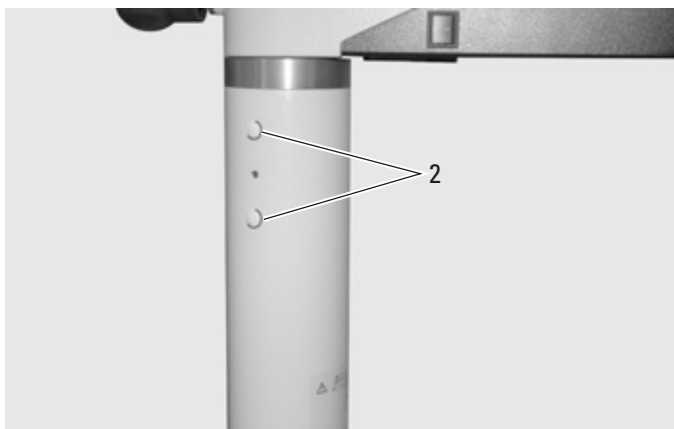

Bild 2
⇒ 2 Abdeckungen (2) für Schraubenlöcher eindrücken (Bild 2).